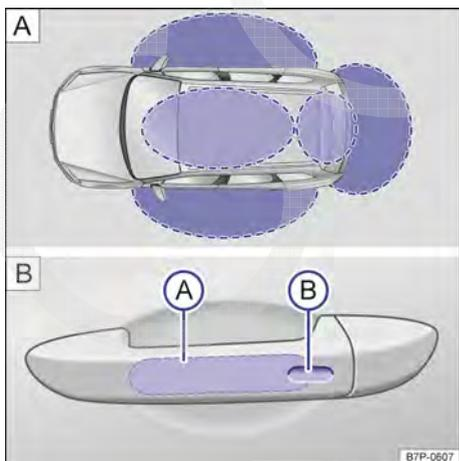

Fig. 76 Sistema de travamento e de partida Keyless Access: **A** áreas de aproximação. **B** superfícies do sensor do travamento central.
Keyless Access é um sistema de travamento e de partida sem chave, com o qual o veículo pode ser destravado e travado sem o uso ativo da chave do veículo. Para isso, é preciso haver uma chave do veículo válida na área de aproximação do veículo → Fig. 76 **A**. Ao tocar as superfícies do sensor nas portas dianteiras → Fig. 76 **B** ou acionando o botão na tampa do compartimento de bagagem, → Página 107 o veículo ou a tampa do compartimento de bagagem são destravados ou travados → .
Se houver uma chave do veículo válida em uma área de aproximação, → Fig. 76 **A** o sistema de travamento e de partida Keyless Access atribui uma autorização de acesso a ela. Em seguida, são possíveis as seguintes funções sem o uso efetivo da chave do veículo:
- Tocar a superfície do sensor → Fig. 76 **B** **A** na parte interna da maçaneta da porta do condutor ou da porta do passageiro dianteiro.
- Tocar a superfície do sensor → Fig. 76 **B** **B** na parte externa da maçaneta da porta do condutor ou da porta do passageiro dianteiro *uma vez*.
Quando o veículo está travado e uma chave do veículo válida se encontra na área de aproximação → Fig. 76 **A** da tampa do compartimento de bagagem, esta se destrava automaticamente ao ser aberta com o botão da maçaneta.
Para o **fechamento de conforto** de todos os vidros elétricos e do teto de vidro, manter um dedo por alguns segundos na superfície do sensor → Fig. 76 da maçaneta da porta do condutor ou do passageiro dianteiro, até que os vidros e o teto de vidro estejam fechados.
A **abertura da porta** pela superfície do sensor na maçaneta da porta → Fig. 76 **B** é feita de acordo com as configurações ativas no menu **Configurações de abertura e fechamento** e no submenu **Acionamento das janelas** → Página 57.
Os sensores das maçanetas das portas poderão ser ativados por meio de um jato forte de água ou de vapor, se ao mesmo tempo houver uma chave do veículo válida na área de aproximação. Se no mínimo um vidro elétrico estiver aberto e o sensor → Fig. 76  em uma maçaneta da porta ficar ativado permanentemente, todos os vidros se fecham. Se o jato de água ou vapor se afastar brevemente do sensor → Fig. 76  em uma maçaneta da porta e voltar a ser direcionado para ela, possivelmente todos os vidros irão se abrir → Página 98, *Destruar ou travar veículo com Keyless Access.*